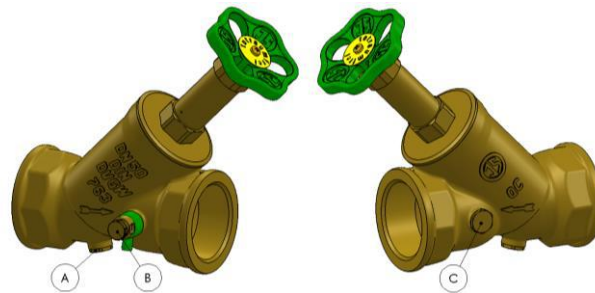

Abb. 4 KFR-Ventil Anschlüsse
- a. Das KFR-Ventil (7) leicht öffnen bis über das Entlüftungsventil (15) Luft entweicht. Dan das KFR-Ventil (7) wieder vollständig schließen.
- b. Über das Entlüftungsventil (15) entweicht nun der überschüssige Druck in Form von Luft. Sobald der Behälterdruck den Wasserversorgungsdruck unterschreitet, ström automatisch Wasser in den Behälter nach und Entlüftungsventil (15) schließt.
10. Das KFR-Ventil (7) leicht öffnen und die gesamte Löschwasserleitung vollständig befüllen.
11. Zuleitung und Behälter der T50 durch Öffnen des Entlüftungsventil (siehe Abb.4 Anschluss B) des KFR-Ventil (7) ausreichend Spülen (Ein Spülen über ein Entleerungsventil der Löschanlage ist ebenfalls zulässig) .
4. Öffnen des Entlüftungsventils (siehe Abb.4 Anschluss B) des KFR-Ventils (7) und Anlagendruck ablassen.
5. Nach Ablassen des Anlagendruck Entleerungsventil (siehe Abb.4 Anschluss C) der KFR-Ventile (1,4,7) öffnen und somit Zuleitung, Behälter und Löschanlage komplett entleeren. (Eine Entleerung der Anlage über ein Ventil, Hahn etc. der Löschanlage ist ebenfalls möglich.)
3. Öffnen des Entlüftungsventils (siehe Abb.4 Anschluss B) des KFR-Ventils (1) und die Trinkwasserzuleitung entleeren.
6. Öffnen des Entleerungsventils (siehe Abb.4 Anschluss C) des KFR-Ventils (7) und Anlage über öffnen der Absperrarmatur des Hauswassereingangs gründlich Spülen.
7. Das Entleerungsventil (siehe Abb.4 Anschluss C) des KFR-Ventils (7) schließen und Anlage komplett mit Wasser füllen. Ggf. ist der Behälter über das Entlüftungsventil (siehe Abb.4 Anschluss B) des KFR-Ventils (4) zu entlüften.
9. Die Dichtheit des KFR-Ventils (1) überprüfen.
- a. Das KFR-Ventil (1) vollständig öffnen.
- b. Die Trinkwasserzuleitung über das Kontrollventil (siehe Abb.4 Anschluss A) entleeren.
- c. Das Entleerungsventil (siehe Abb.4 Anschluss C) demontieren und das Dichtheitsprüfgerät anschließen. Es ist darauf zu achten, dass der Zuleitung der T50 gefüllt bleibt und kein Wasser oder Druckluft am Prüfanschluss entweicht.
10. Die Dichtheit des KFR-Ventils (4) überprüfen.
- a. Das KFR-Ventil (4) vollständig öffnen.
- b. Die Zuleitung T50 über das Kontrollventil (siehe Abb.4 Anschluss A) entleeren.
- c. Das Entleerungsventil (siehe Abb.4 Anschluss C) demontieren und das Dichtheitsprüfgerät anschließen. Es ist darauf zu achten, dass kein Wasser oder Druckluft am Prüfanschluss entweicht.
11. Die Dichtheit des KFR-Ventils (7) überprüfen
- a. Das KFR-Ventil (7) vollständig öffnen.
- b. Der Behälter über das Kontrollventil (siehe Abb.4 Anschluss A) entleeren.
- c. Das Entleerungsventil (siehe Abb.4 Anschluss C) demontieren und das Dichtheitsprüfgerät anschließen. Es ist darauf zu achten, dass die Löschwasserleitung gefüllt bleibt und kein Wasser oder Druckluft am Prüfanschluss entweicht.